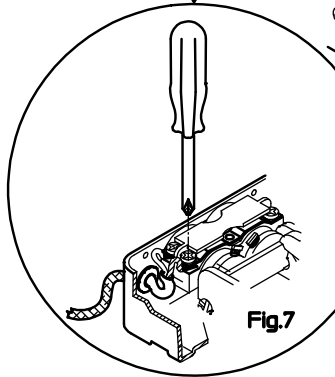

Fig.7
**I COLLEGAMENTO ELETTRICO (Fig. 7)**
**D ELEKTRISCHER ANSCHLUSS (Fig. 7)**
**E CONEXION ELECTRICA (Fig. 7)**
**GB ELECTRIC CONNECTION (Fig. 7)**
**F BRANCHEMENT ELECTRIQUE (Fig. 7)**